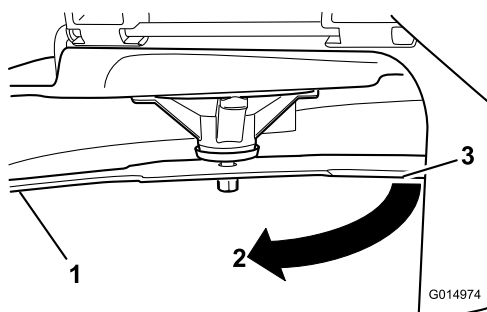

Figure 62
- Distance mesurée entre la lame et la surface (A)
- Tournez la même lame de 180 degrés pour amener l'autre tranchant à la même position (Figure 62).